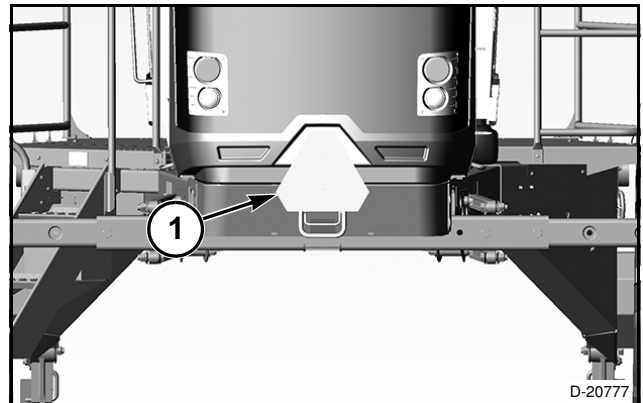

FIG. 8
FIG. 8: Si el cartel de vehículo de desplazamiento lento (1) se giró para el envío de la máquina, quítelo e instálelo con el lado reflectivo orientado hacia el exterior.